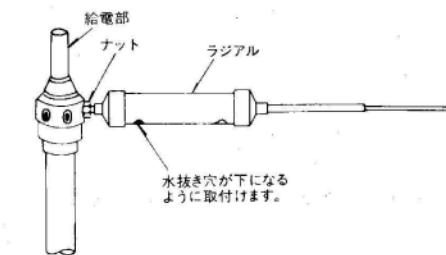

図6
5) 各ラジアルを給電部のネジ部にいっぱい差し込んだのち、水ヌキ穴が下になる様にもどしてから付属の六角ナットを対辺I9のスパナあるいはモンキーレンチで締めつけて固定します。図6